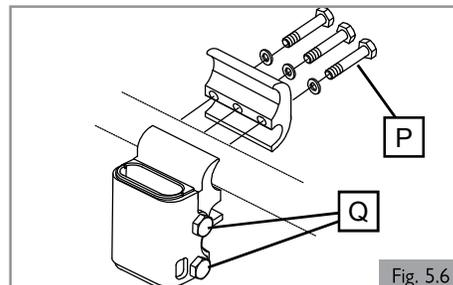

Fig. 5.6
5.5 Reposabrazos ajustable en altura de una sola posición (opcional) (Fig. 5.6 y 5.7)